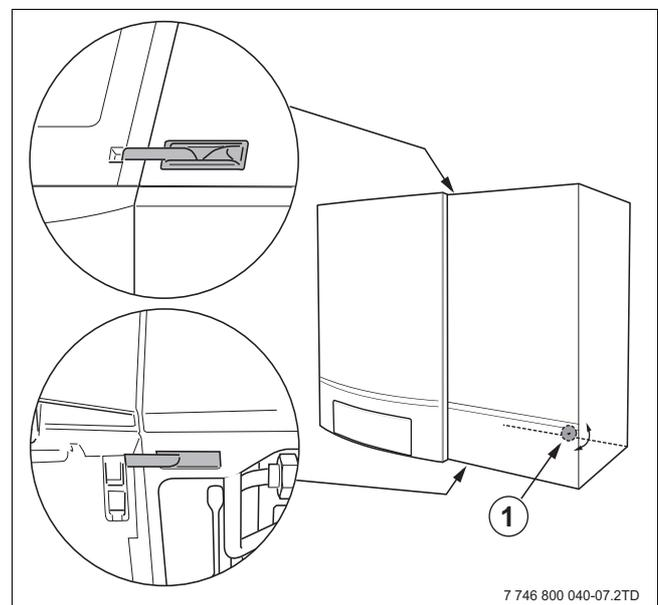

Bild 15 Schnellschlüsse schließen
- ▶ Die Schnellschlüsse in die Aussparungen des Gerätes legen (→ Bild 15, Lupen).